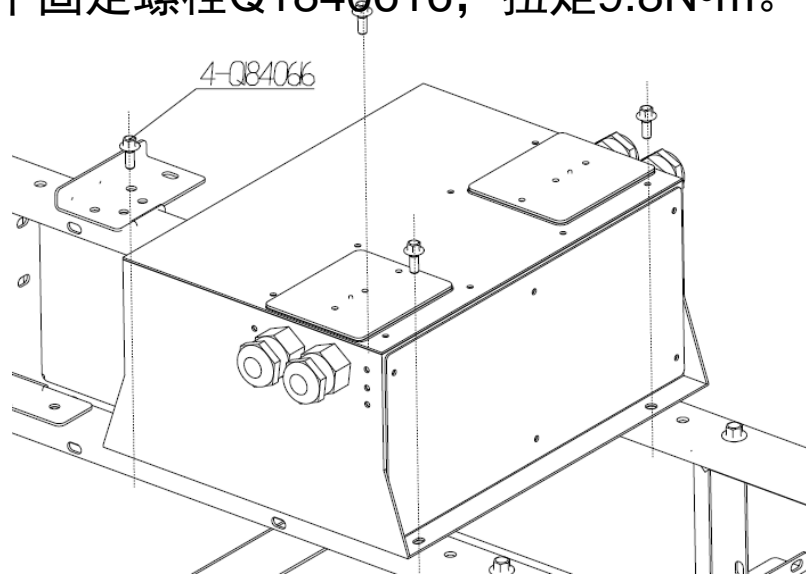

图8-6 维修步骤2
- 2、按图8-6所示，用规格8mm的套筒旋出4个固定螺栓Q1840616，扭矩9.8N•m。